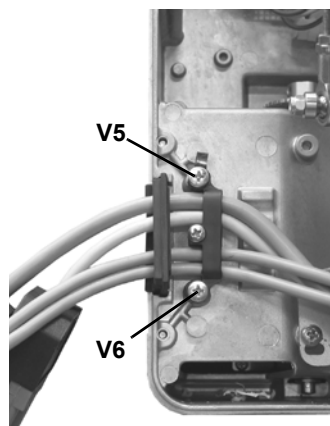

Fig. 34
- 2 rimuovere la piastrina fermacavi in gomma, svitando le viti V5 e V6 indicate in figura (Fig. 34);